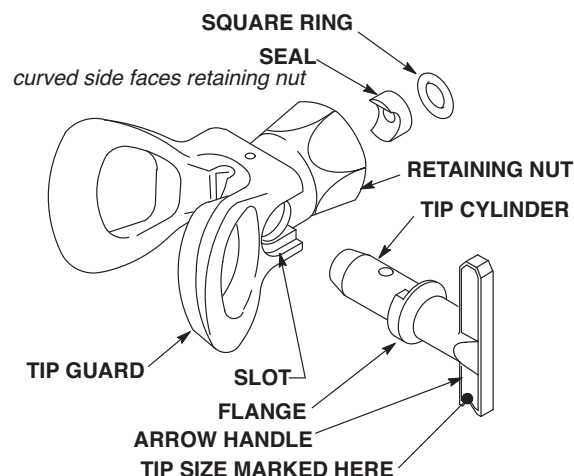

図 7
2. スプレーチップが日光に当たらないようにしてください。チップを取り外す必要がある場合は、図 7 を参照してください。
ガンにはチップが 2 つあります。サイズは、シリンダーハンドルにマークされています。621 サイズのチップが、先端ガードに取り付けられています。各チップには四角いリングとシールがあります。スプレーチップの交換 (11 ページ) と図 7 を参照してください。
2. チップシリンダーを取り付けます。矢印ハンドルをまっすぐ上に向けてシリンダーを持ちます。シリンダーのフランジが先端ガードのベースの-slot に合うように、シリンダーを先端ガードに押し込みます。(図 7)
4. シールと四角いリングが所定の位置にあることを確認してください (図 7)。所定の位置にない場合は、鉛筆の先端の曲がった面を外側にしてシールを貼ってください。シールを保持ナットに導き、シリンダーをまたぐまで回します。四角いリングを押し込みます。
4. スプレーパターンの方向を調整するには、引き金安全ラッチを掛けて、先端ガード保持ナットを緩めます。(図 7)
2. スプレーチップをガンから取り外します。(図 7)